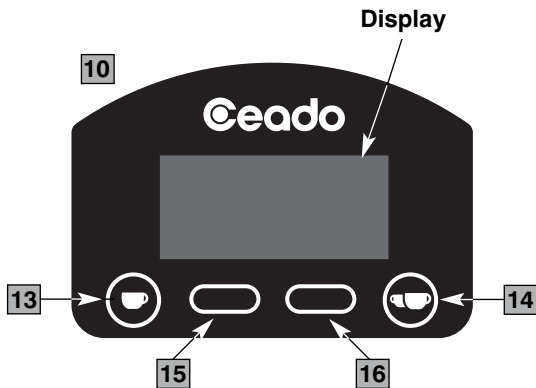
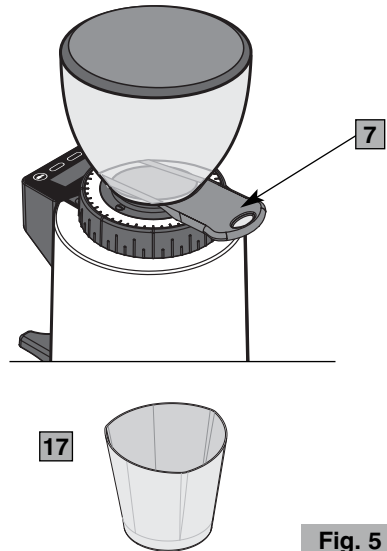

Fig. 4
Fig. 5
Premere il tasto  (16 Fig. 4) nella schermata principale per entrare nella schermata dei contatori (se non si preme nulla, dopo tre secondi si torna alla schermata principale).
Continuando a premere sempre il tasto  (16 Fig. 4), il display visualizzerà in sequenza le seguenti schermate:
### Main parts (Fig. 1, Fig. 2, Fig. 3, Fig. 4, Fig. 5)
6. Make sure that the bean hopper is correctly positioned and that its shutter (7 Fig. 5) is completely open (to the last click).